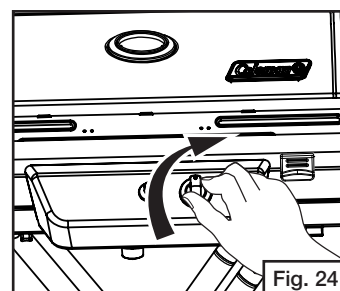

Fig. 24
- Avant de fixer la bonbonne de propane, assurez-vous que les deux boutons de commande sont bien fermés. (Fig. 24)